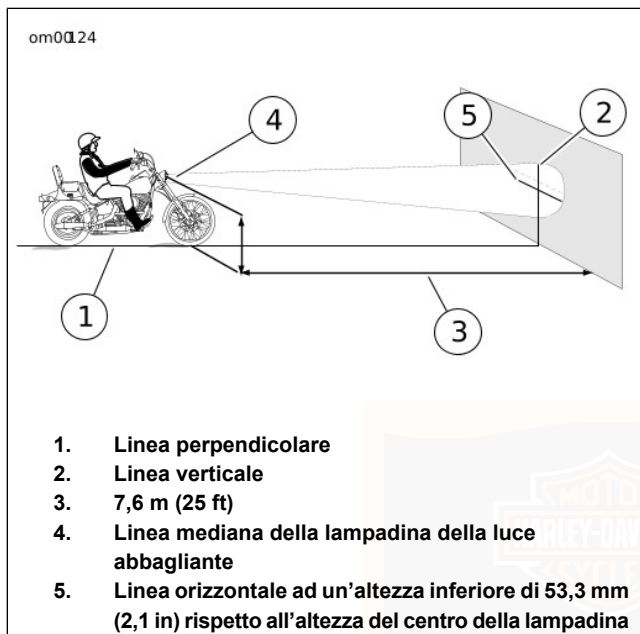

Figura 43. Allineamento del faro anteriore
Vedere Figura 43. Per farsi aiutare nel corretto posizionamento della motocicletta, si può tracciare una linea perpendicolare (1) sul pavimento. Per risultati ottimali, scegliere una zona scarsamente illuminata.
3. Vedere Figura 43. Tracciare una riga verticale (2) sulla parete.
7. Vedere Figura 43. Verificare l'allineamento del faro anteriore. Portare il commutatore di accensione su IGNITION (accensione) e posizionare il commutatore del faro anteriore in posizione ABBAGLIANTE.